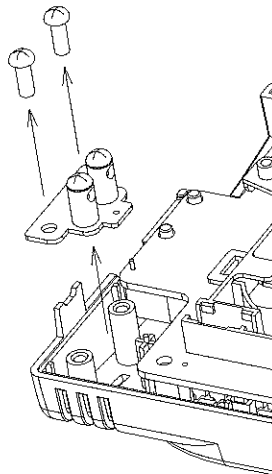

図 4-21 テンションメンバ固定金具の取り外し
- テンションメンバ固定金具を固定する2本のネジを外し、テンションメンバ固定金具を取り外します。(図 4-21 参照)